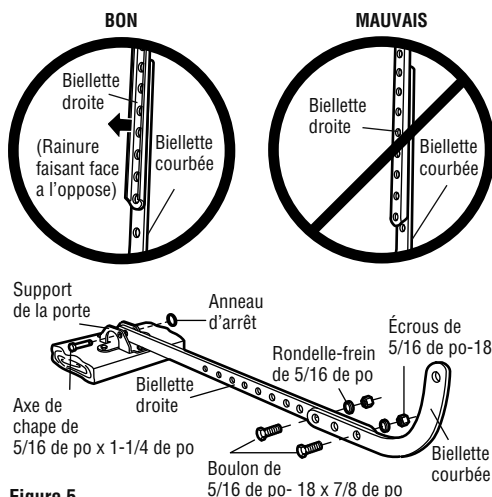

Figure 5
### 1. Assemblage des biellettes, Figure 5 :
**IMPORTANT** : La rainure sur la biellette droite **DOIT** faire face à l'opposé de la biellette courbée (Figure 5).